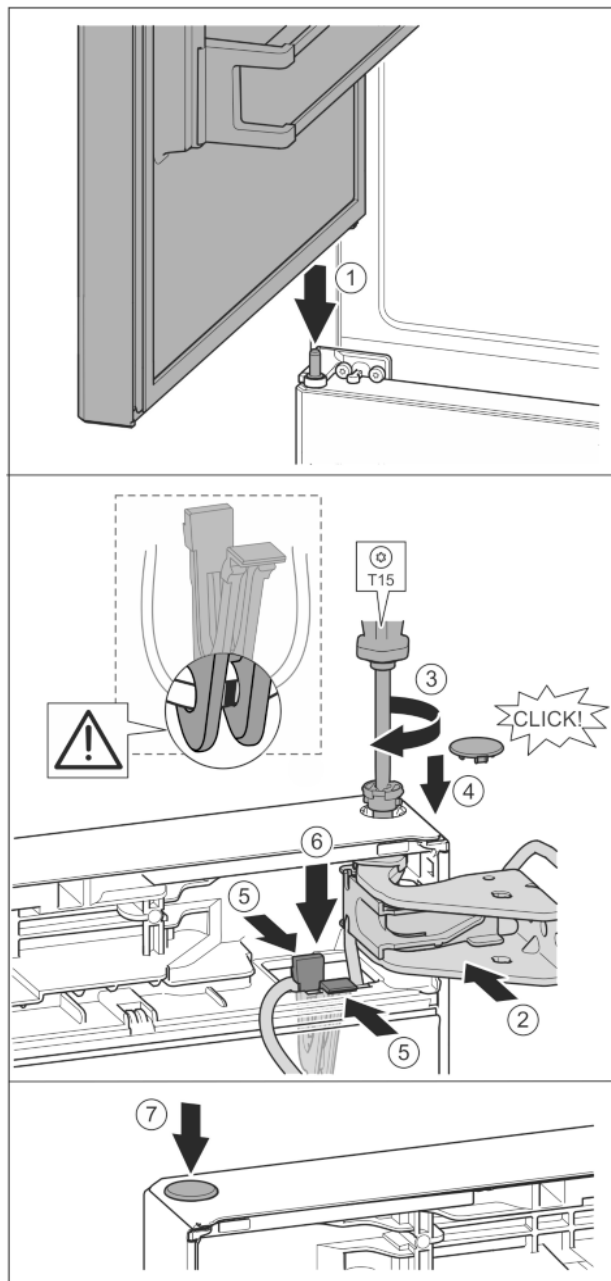

Fig. 40
- ▶ Встановлення верхніх дверцят на середній опорний палець Fig. 40 (1)
- ▶ Вирівняйте дверцята зверху по отвору в опорному кронштейні. Fig. 40 (2)
- ▶ Вставте палець та закрутіть за допомогою викрутки T15. Fig. 40 (3)
- ▶ Встановіть захисну кришку для захисту дверцят: вставте захисну кришку і проконтролюйте, щоб вона прилягала до дверцят. Якщо це не так, повністю вставте палець. Fig. 40 (4)
- ▶ Вставте тримач із зафіксованим в ньому кабелем в отвір. *Fig. 40 (5)*
- ▶ Притисніть тримач донизу так, щоб з'єднувальна накладка зафіксувалася. *Fig. 40 (6)*
- ▶ Вставте пробку. *Fig. 40 (7)*